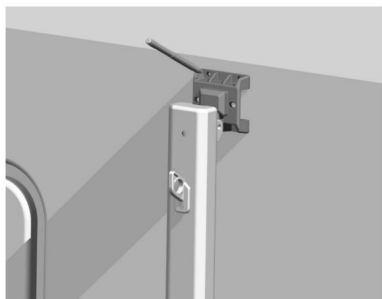
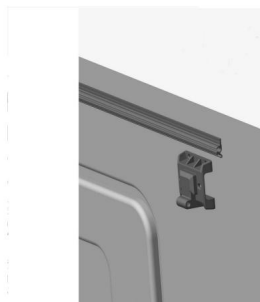

Figuur C4
Figuur C5
3.1 Haal de stoffen rail eruit en bevestig deze aan de buitenkant van de carrosserie met schroeven B (Figuur C4). De stoffen rail moet horizontaal worden geïnstalleerd en anders moet deze worden genivelleerd (het kussenblok moet worden meegeleverd) (Figuur C5). Als de carrosserie vooraf is geïnstalleerd met een stoffen invoeggleuf, kan deze stap worden overgeslagen en kan de stof Er hoeft geen spoor gebruikt te worden.